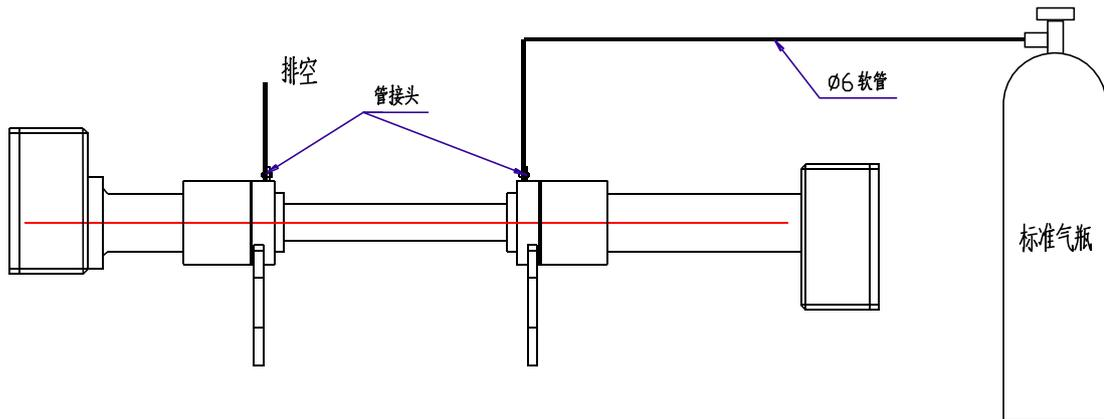

图 8.3 标定气体管路连接示意图
2. 把发射单元、接收单元分别安装到标定装置两侧法兰上，旋紧锁箍(如图 8.3 所示)；